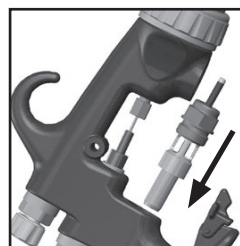

Fig. 35
10. Insertar el conjunto de la válvula de aire en la pistola e impulsarlo cuidadosamente sobre el resorte y a través del sello trasero. (Ver Fig. 35)